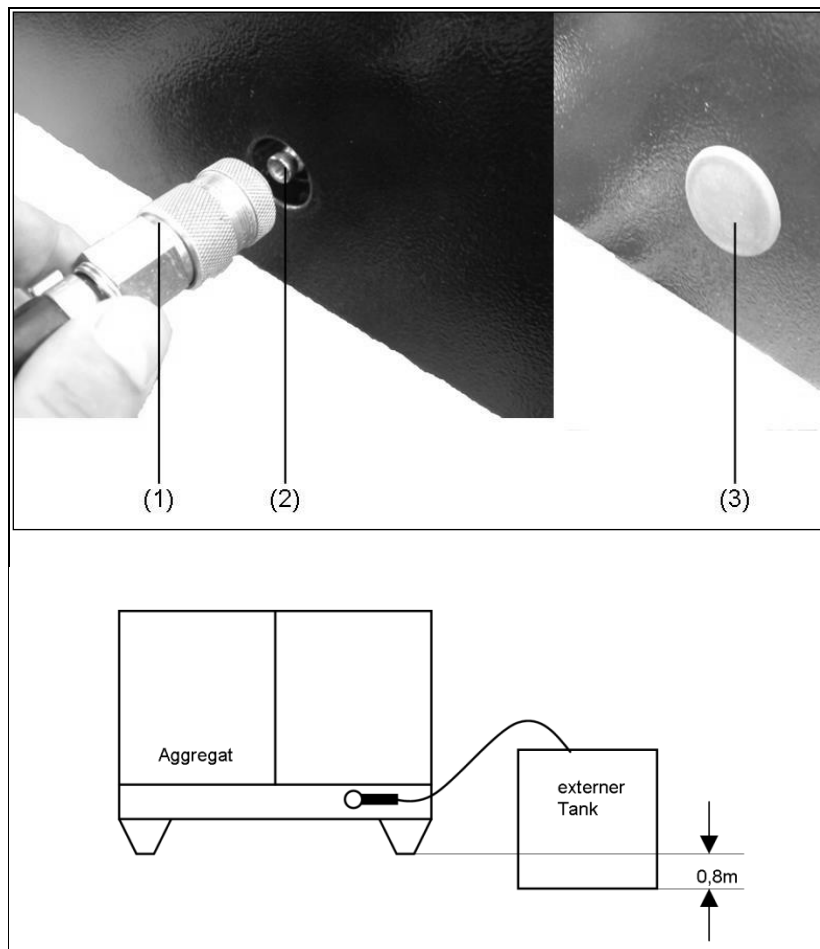

Abb. 4-1: Externe Betankung
1. Abdeckstopfen auf der Bedienseite abnehmen (siehe Abb. 4-1-(3)).
· Schlauch des externen Betankungskanister mit Schnellkupplung LP-006 (siehe Abb. 4-1-(1)), auf Kupplung (siehe Abb. 4-1-(2)) aufstecken.